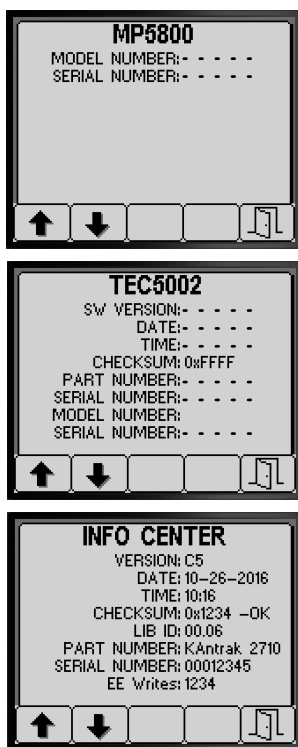

Figura 89
3. Prima os botões 1 ou 2 para percorrer o ecrã Informações da máquina, o ecrã Informações do controlador TEC ou o ecrã Informações do InfoCenter (Figura 89).